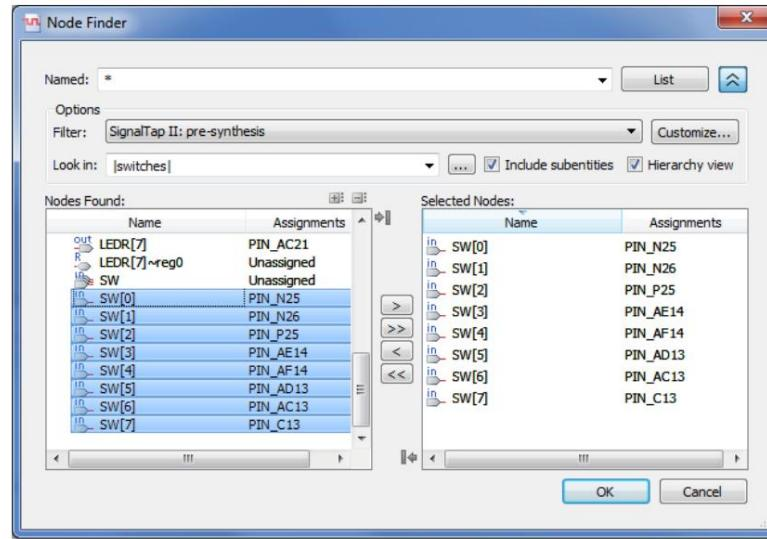

Figure 8. Ajout de nœuds dans la fenêtre Node Finder sur une carte de la série DE.
3. Nous devons maintenant ajouter les nœuds du projet à sonder. Dans l'onglet Configuration de la fenêtre SignalTap II, double-cliquez sur la zone « Double-cliquez pour ajouter des nœuds » pour ouvrir la fenêtre de recherche de nœuds, comme illustré à la figure 8. Cliquez sur pour afficher plus d'options de recherche. Dans le champ Filtre, sélectionnez SignalTap II : pré-synthèse et, dans le champ Rechercher dans, sélectionnez |switches|. Cliquez sur Liste. Tous les nœuds du projet pouvant être sondés s'affichent. Sélectionnez SW[0] à SW[7], puis cliquez sur le bouton > pour ajouter les commutateurs à sonder. Cliquez ensuite sur OK.